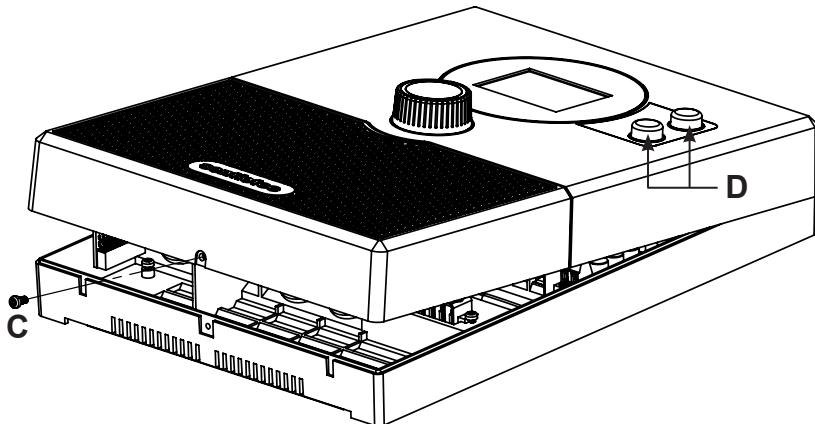

**afb. 1 Positie van de ophangconstructie en de montageopeningen
1. Draai twee spaanplaatschroeven (3 x 25 mm) op een hoogte van ongeveer 1,70 m tot op een afstand van 7 mm in de saunawand. De twee schroeven moeten 156 mm van elkaar verwijderd zijn (zie **afb. 1**).
4. Hang de saunabesturing met behulp van de ophangconstructie **A** aan de gemonterde kruiskopschroeven (zie **afb. 1**).
5. Draai twee spaanplaatschroeven (3 x 25 mm) in de onderste bevestigingsopeningen **B** (zie **afb. 1**).